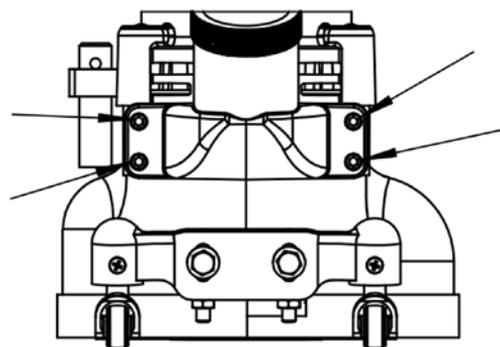

Figure 7
- 1 Retirez les quatre vis qui maintiennent le tuyau d'aspiration sur le boîtier. Voir la Figure 7.